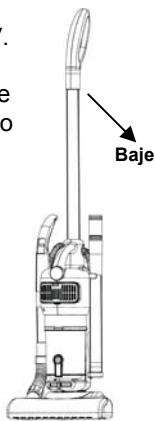

Fig. 7
**NOTA:** Para mayor maniobrabilidad al aspirar alfombras de pelo largo o pisos de madera, baje el ángulo del mango (vea la ilustración a la derecha). (Fig. 7)